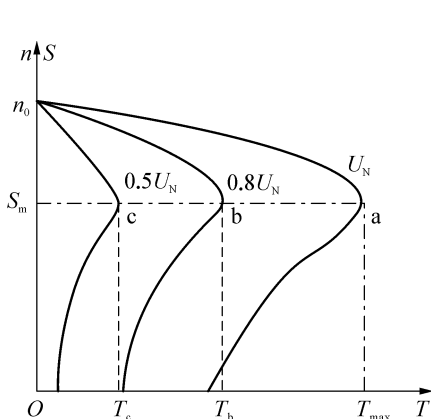

图 2-13 降低电压时的人工特性
三相交流异步电动机的人工机械特性即指人工特性(图 2-13)，有四种情况：① 降低定子电压时；② 定子电路串入电阻或电抗时；③ 变频率时；④ 线绕电动机转子串电阻时。
(1) 降低定子电压时，从特性曲线可以看出：
- ① 电压越低，人工特性曲线越往左移。
- ② 电动机的过载能力和启动转矩会大大降低。
- ③ 电压降低，负载转矩不变时，电动机过热。
- ④ 电压降低太多，电动机将带不动负载(不能启动)。